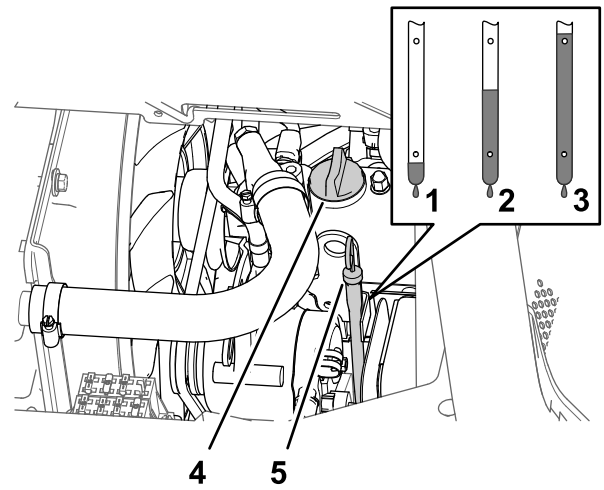

Figura 80
5. Retire el tapón de llenado de aceite del cuello de llenado de la tapa de válvulas del motor, y vierta lentamente aproximadamente el 80% de la cantidad especificada de aceite por el cuello de llenado (Figura 80).
6. Retire la varilla y compruebe el nivel de aceite del motor (Figura 80).
7. Añada lentamente más aceite del tipo especificado para que el nivel llegue a la marca Lleno de la varilla (Figura 80).
8. Instale el tapón de llenado de aceite en el cuello de llenado y la varilla en el tubo de la varilla (Figura 80).